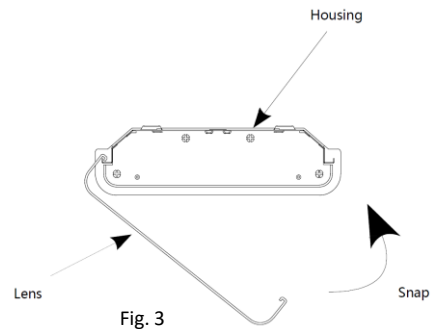

Fig. 3
- Hook the lens to one side of the housing and then snap the lens into place on the opposite side (Fig. 3).
- H. Hook the lens on one side of the housing and then snap the lens into place on the opposite side. See Fig. 3.
- G. Accrocher la lentille sur un des côtés du boîtier et puis l'enclencher en place sur le côté opposé. (Fig. 3).
- H. Accrocher la lentille sur un des côtés du boîtier et puis l'enclencher en place sur le côté opposé. Voir Fig. 3.